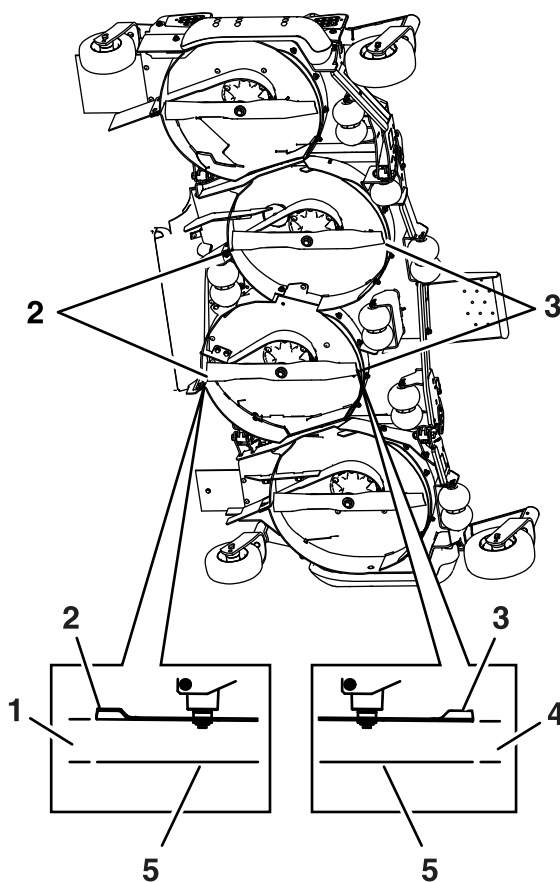

Figure 81
10. Mesurez la distance entre la surface plane et la pointe avant des lames gauche et droite du tablier central (Figure 81).